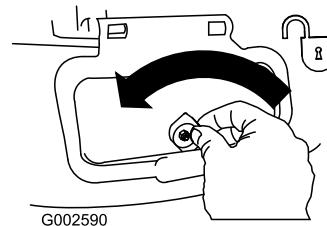

Bild 31
- Entriegeln Sie die Seitauswurkklappe (Bild 31).